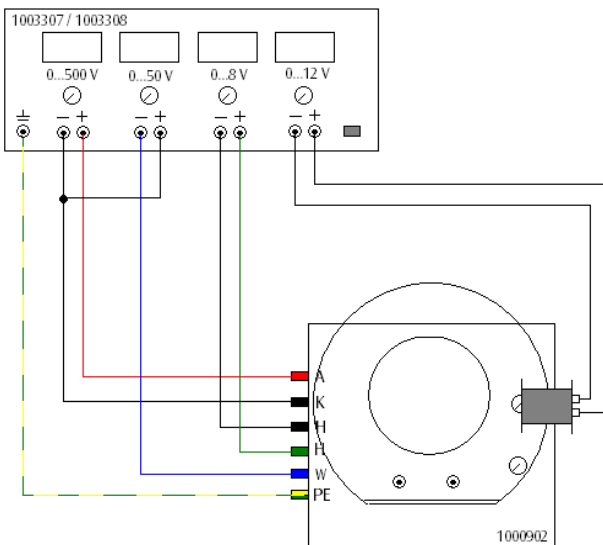

Fig. 5 Déviat ion magnétique du faisceau électronique.
- Fixez une bobine sur le côté droit de l'anneau métallique comme dans la fig. 5.
- Procédez au câblage comme le montre la fig. 5.